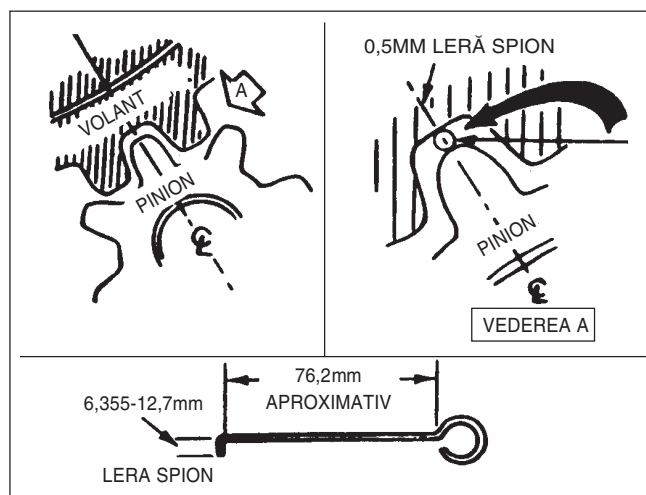

Fig. 3 Jocul dintre pinion și coroană
- d. Se verifică jocul dintre pinion și roata dințată, utilizînd o leră de 0,5 mm (Fig.3) diametru sau grosime și măsurînd jocul dintre un dinte al pinionului și doi dinți ai coroanei dințate (Fig.3). Măsurarea se va face în centrul dintelui, nu în colțuri, unde spațiul este mai mare. Dacă distanța este mai mică de 0,5 mm va fi necesară îndepărtarea pinionului de coroană prin folosirea de adaosuri.